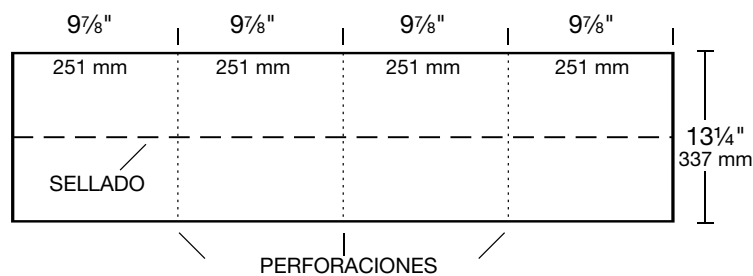
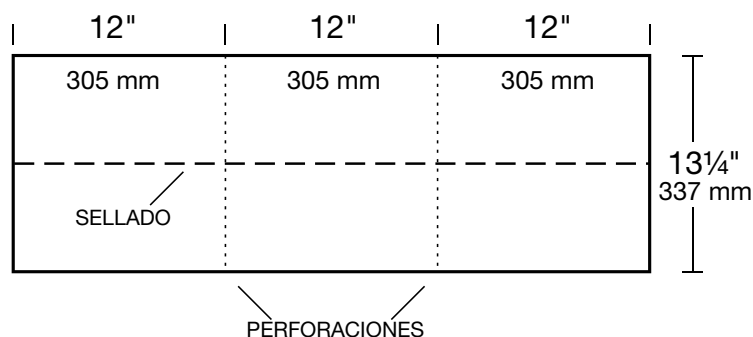

Figura 16 - Teja para limatesas y cumbreras RidgeFlex™ de 10"
Figura 17 - Teja para limatesas y cumbreras RidgeFlex™ de 12"
Realice la preparación para la aplicación separando cada teja para limatesas y cumbreras en las perforaciones: la teja RidgeFlex™ de 10" produce cuatro (4) tiras individuales para limatesas y cumbreras (vea la Figura 16), y la teja RidgeFlex™ de 12" produce tres (3) (vea la Figura 17). Observe la presencia de las tiras de sellado.